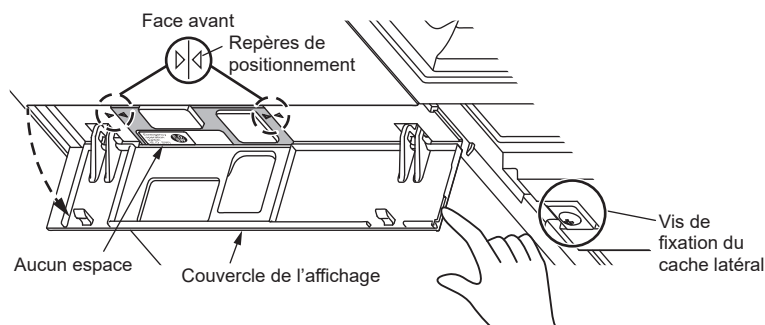

Fig. 8-10
- Ouvrez le couvercle de l'affichage et vérifiez que les repères de positionnement sont correctement alignés. (Fig. 8-10)
- Vérifiez qu'il n'y a pas d'espace entre l'interrupteur de secours (E.O.SW) et le cache latéral. (Fig. 8-10)
11. Fixez les caches latéraux G/D à l'aide des vis de fixation déposées à l'étape 2. (Fig. 8-10)